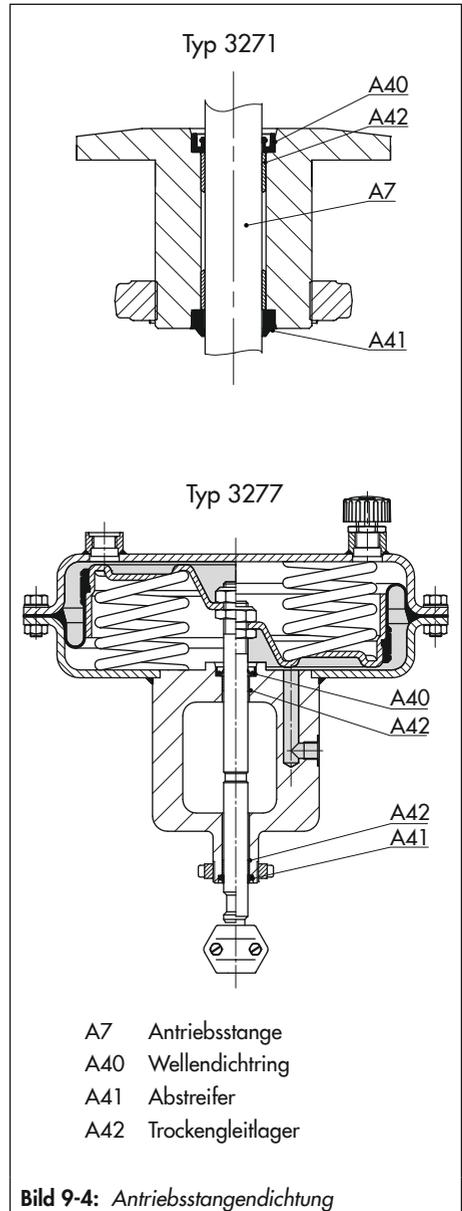

Bild 9-4: Antriebsstangendichtung
Vgl. Bild 9-4
- Wellendichtring mit geeignetem Werkzeug montieren. Dabei die korrekte Ausrichtung des Wellendichtrings beachten, vgl. Bild 9-4.